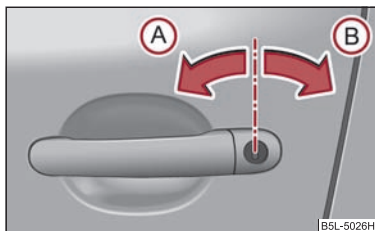

Fig. 33 Giros de llave para desbloquear y bloquear
- Gire la llave en el bombín de cierre de la puerta del conductor en dirección de marcha (posición de desbloqueo) (A) ⇒ fig. 33.
- Gire la llave en el bombín de cierre de la puerta del conductor en dirección contraria a la marcha (posición de bloqueo) (B) ⇒ fig. 33.